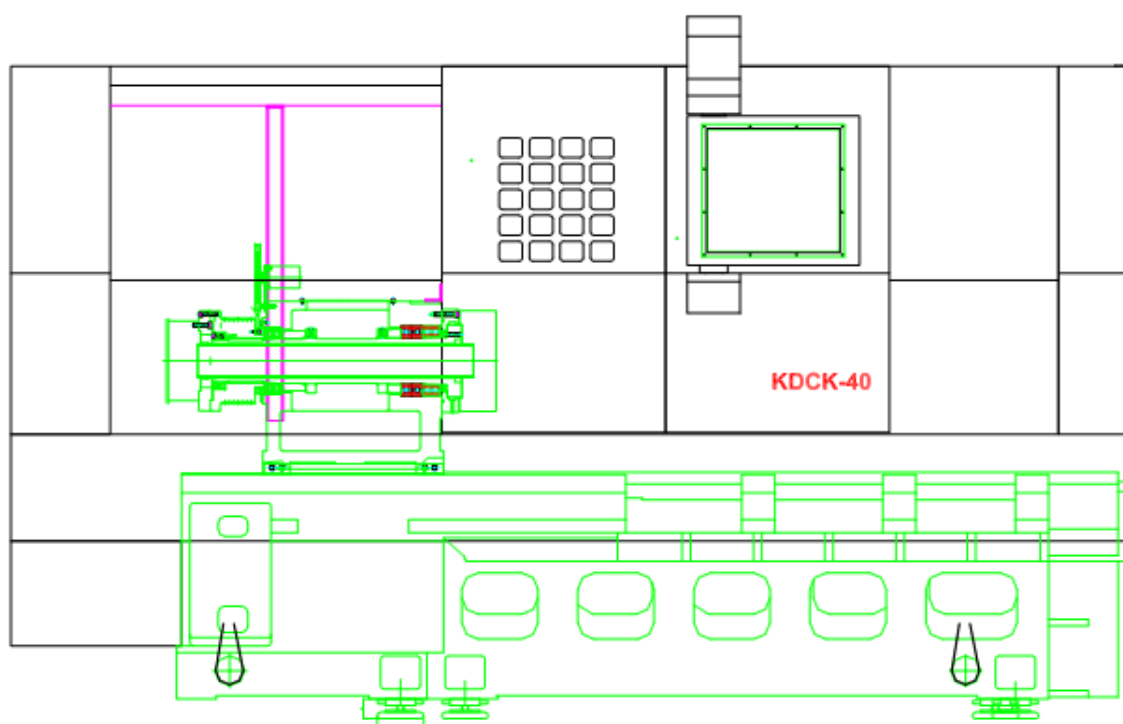

Рис. 1 - Подъем станка краном
станка. Задняя бабка также должна быть перемещена в крайнее правое положение и зафиксирована. Вставьте два цельных стальных стержня Сталь 45 диаметром 50 мм в два отверстия диаметром 60 мм в станине станка. Закрепите стальные тросы и отрегулируйте длину стального троса так, чтобы центр тяжести станка находился в соответствующей позиции. Проложите части, контактирующие со стальным тросом, пеньковым или льняным волокном, чтобы предотвратить любое возможное повреждение корпуса станка (Рис. 1).
1) Удалите гвозди, закрепляющие педали станка, показанные на рис.1;